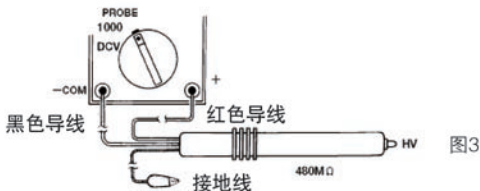

图3
- 6、测量电视用的高电压时, 如图3所示, 需连接另售的HV-10型探头, 进行测量。